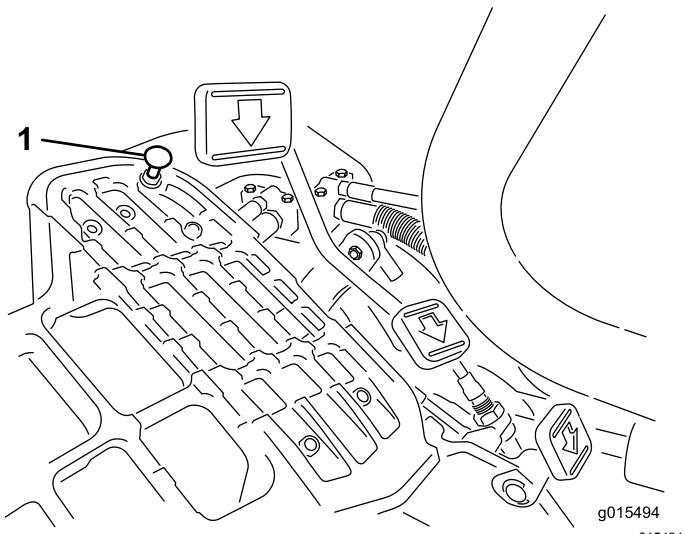

Figure 50
Enfoncez la pédale de déplacement. Si la pédale touche la butée (Figure 50) avant que la tension soit ressentie sur le câble, un réglage est requis.
1. Desserrez les conte-écrous à embase qui fixent la butée de pédale au plancher (Figure 50).